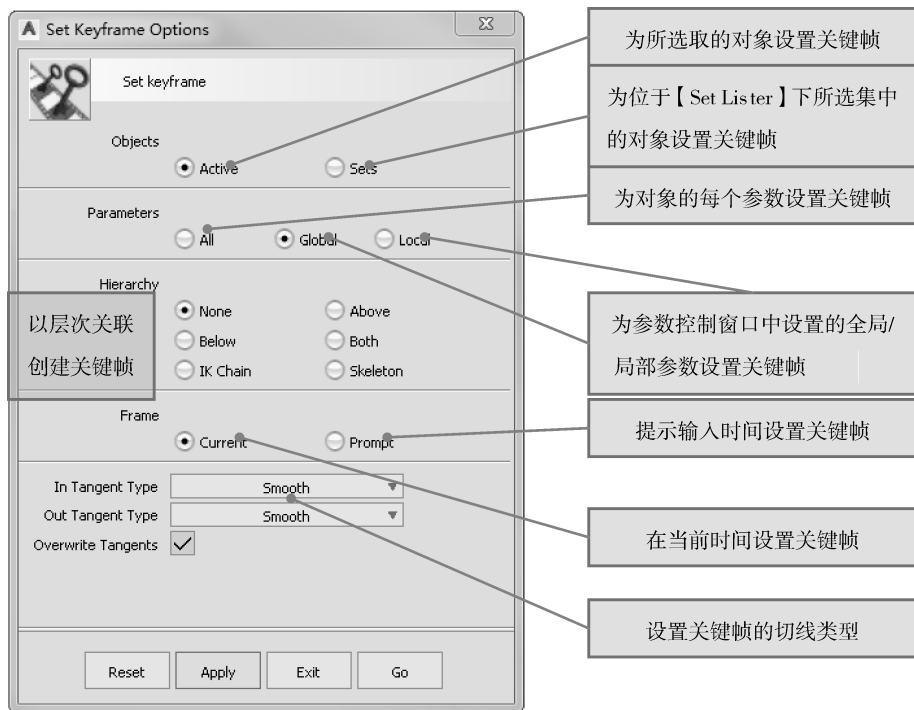

图 7-17 创建关键帧对话框
- 02 选取圆球体，单击菜单栏中【Animation】|【Set Keyframe】命令右侧图标，打开创建关键帧对话框，如图 7-17 所示。